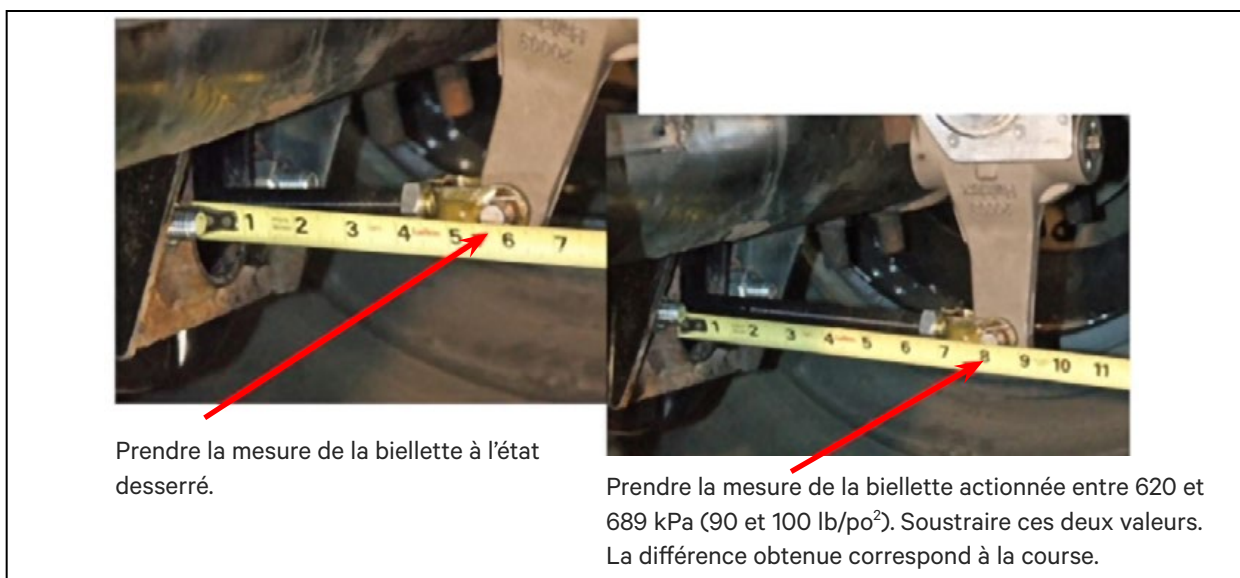

Figure 45 – Mesure de la course du rattrapeur d'usure Haldex
- La différence entre ces deux mesures correspond à la course du rattrapeur d'usure visé. Voir la Figure 45.